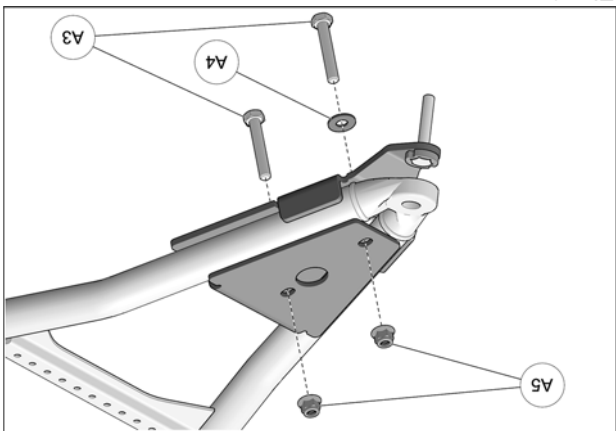

Fig. 27
10. Glisser la rondelle (A4) sur un des boulons M10x65mm (A3). Insérer les boulons M10x65mm (A3) par le dessus de l'ancrage en vous assurant d'installer le boulon avec la rondelle au trou avant. Assembler les deux parties avec les écrous (A5) fournis. Serrer l'assemblage à un couple de 50 N•m [37 lb•pi]. Voir la Fig. 27